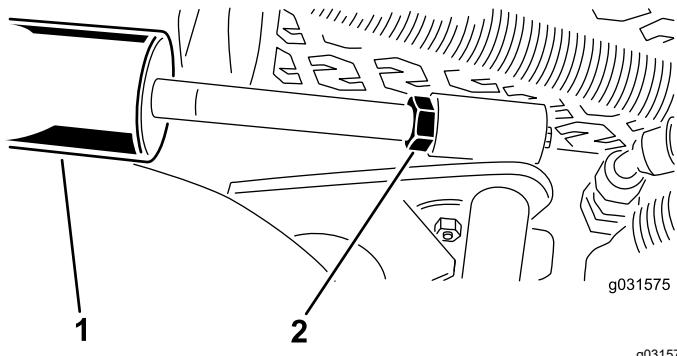

図 15
- カッティングユニットを降下させ、シリンダについているジャムナットを戻す図 15。